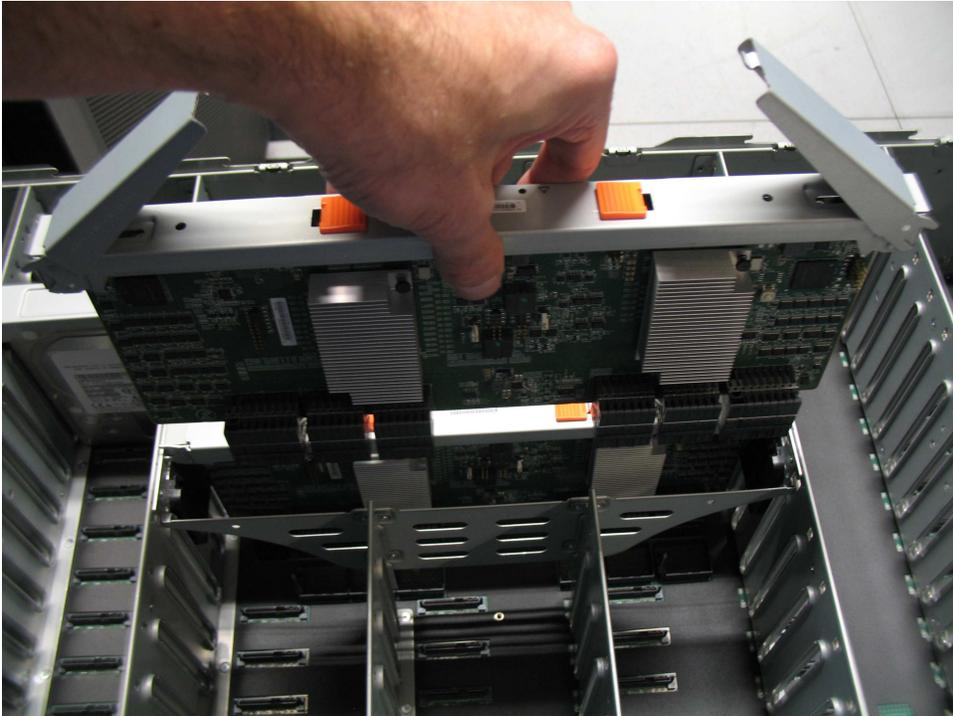

図 115. 2 次拡張機構モジュールの再取り付け
4. 293 ページの図 115 に示すように、エンクロージャのガイド・スロット内で 2 次拡張機構モジュールの端を注意深く位置合わせします。